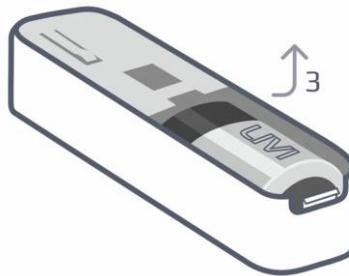

Рисунок 6.3 – Извлечение батареи
- Если датчик не в первый раз переводится в режим связывания, то извлеките батарею из датчика (см. рисунок 6.3). Подождите 30 секунд и установите батарею обратно, соблюдая полярность.